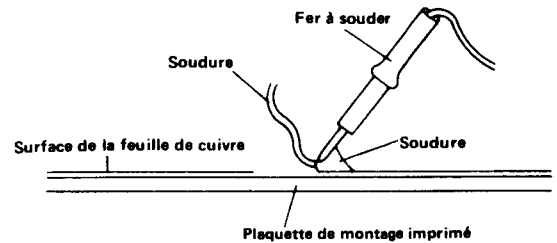

Figure 23-3
1. Souder temporairement une borne de la pièce sur la surface de la feuille de cuivre. Voir la Figure 23-3.